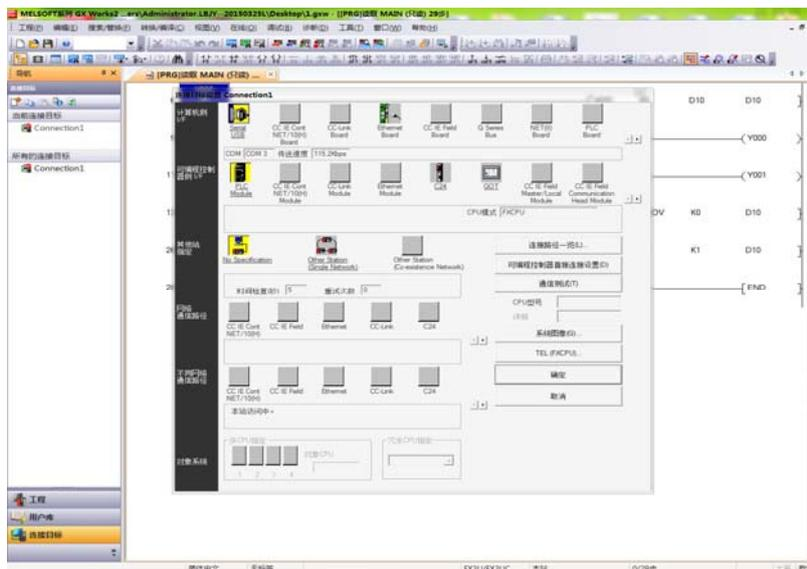

图13 传输设置对话框图
- ① 点击三菱PLC软件菜单“连接目标”，双击【Connection1】，弹出设置对话框，如图13所示。